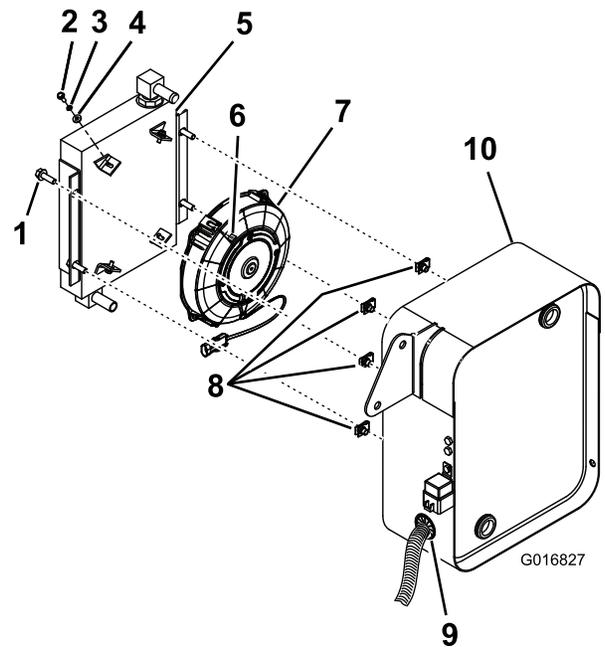

Figure 5
1. Si le ventilateur et le refroidisseur d'huile ne sont pas assemblés, montez le ventilateur sur le refroidisseur d'huile au moyen de 4 vis, 4 rondelles-freins, 4 rondelles plates et 4 écrous carrés, comme montré à la (Figure 5).
2. Placez les 4 écrous Tinnerman sur le support du refroidisseur d'huile, comme montré à la Figure 5.
4. Glissez un collier sur l'extrémité de chacun des 2 flexibles qui dépassent de l'arrière du support du refroidisseur d'huile, et insérez les 2 raccords cannelés (à 90 degrés) dans les 2 flexibles (Figure 5).
6. Fixez l'ensemble ventilateur et refroidisseur d'huile sur le support du refroidisseur d'huile avec 4 boulons (5/16 x 1 po) sur les brides latérales du refroidisseur d'huile, et 4 écrous Tinnerman sur le support du refroidisseur d'huile (Figure 5).